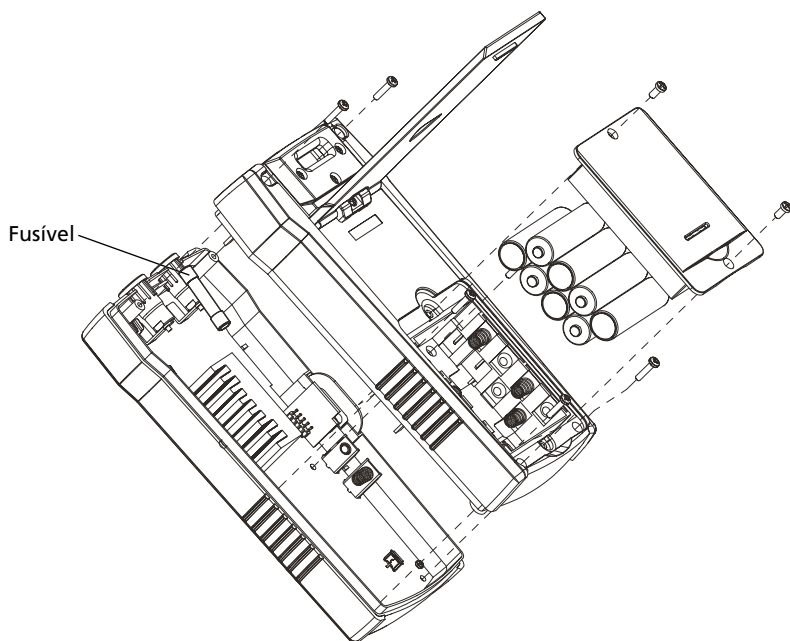

Figura 5.2: Substituição do fusível do transmissor
6. Remova a tampa traseira puxando-a para cima (Figura 5.2).